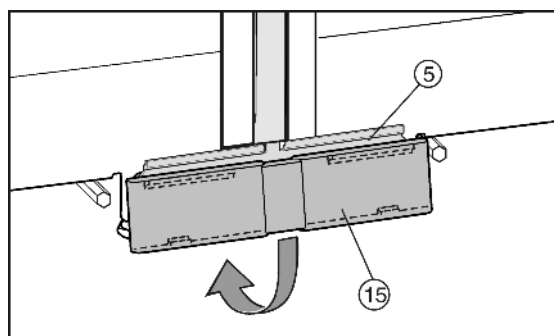

Fig. 11
- ▶ Поставете долния капак Fig. 11 (15) отгоре върху свързващата ламарина Fig. 11 (5) и го фиксирайте долу.